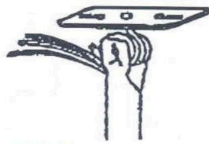

FIGURA 4
2. Verificar que el amortiguador de caucho quede bien apretado, evitando que las distintas partes metálicas puedan entrar en contacto (ver Figura 4).